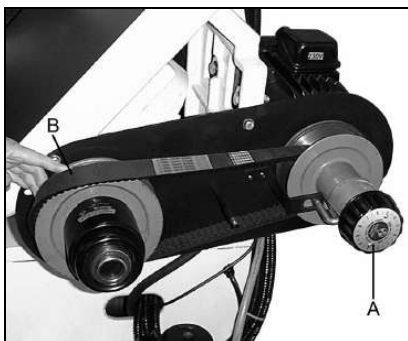

Fig 19
Lockern Sie die Riemenspannung in dem Sie am Regelgriff (A, Fig. 19) auf niedrigste Geschwindigkeit stellen. Nun kann der Riemen (B) entfernt werden.